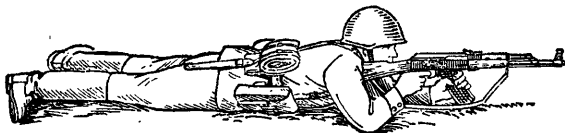

Рис. 63. Положение при стрельбе лежа с упором магазина в грунт
**115.** При ведении огня очередями надо прочно удерживать приклад в плече, не меняя положения локтей и сохраняя ровно взятую в прорези прицела мушку под выбранной точкой прицеливания. После каждой очереди быстро восстанавливать правильность прицеливания. При стрельбе из положения лежа разрешается автомат упирать магазином в грунт (рис. 63).